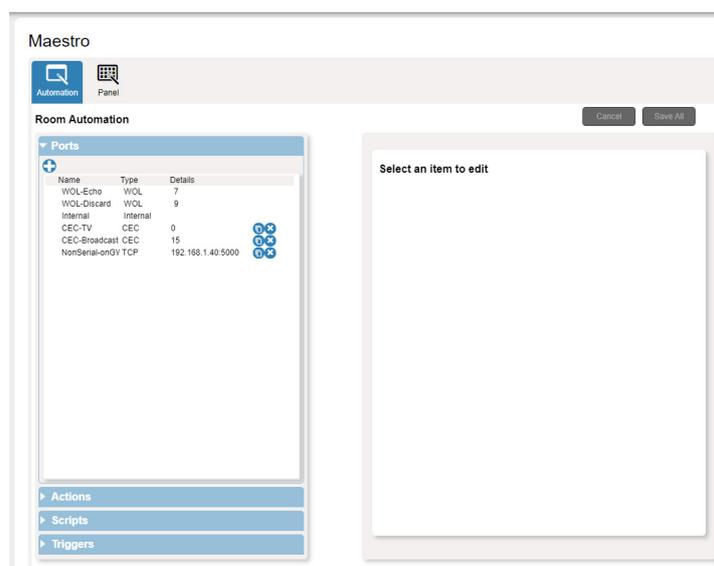

Рис. 39. Страница Automation (Автоматизация) — Список портов
1. На панели навигации кликните Automation (Автоматизация). Появляется страница Automation (Автоматизация) (см. рисунок 39).